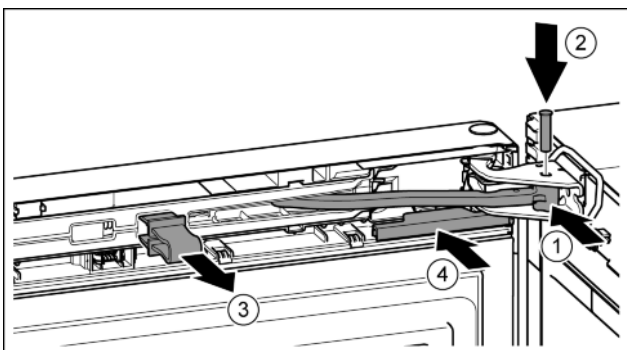

Fig. 26
- ▶ Повернуть шарнир в опорном кронштейне. Fig. 26 (1)
- ▶ Вставить палец в опорный кронштейн и шарнир. При этом следить за тем, чтобы выступ фиксатора занимал правильное положение в пазу. Fig. 26 (2)
- ▶ Снять предохранитель. Fig. 26 (3)
- ▶ Надвинуть крышку. Fig. 26 (4)